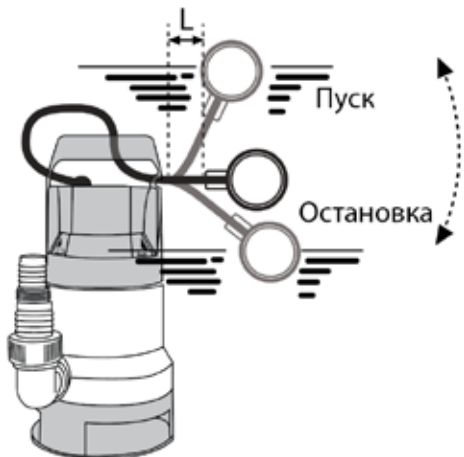

Рис. 4 Регулирование положения реле уровня
- Чем короче свободный конец кабеля, тем чаще пуски/остановки и меньше разница в уровнях. Чтобы реле уровня запускало и отключало насос, длина свободного конца кабеля L должна быть минимум 70 мм и максимум 200 мм. См. Рис. 4.